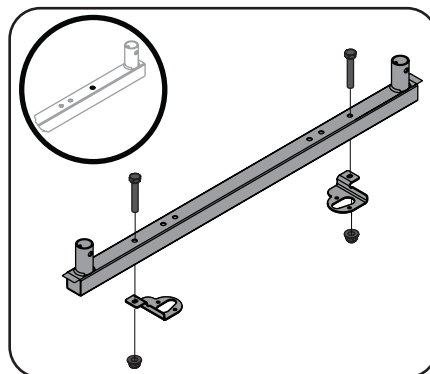

Figura 3-10
- Arme el Soporte (683-05347) y el Conjunto de Montaje (789-00399, 789-00400) utilizando 2 Tornillos Hexagonales de cabeza (710-3180) y 2 tuercas (712-04063) tal como se muestra en la Figura 3-10.